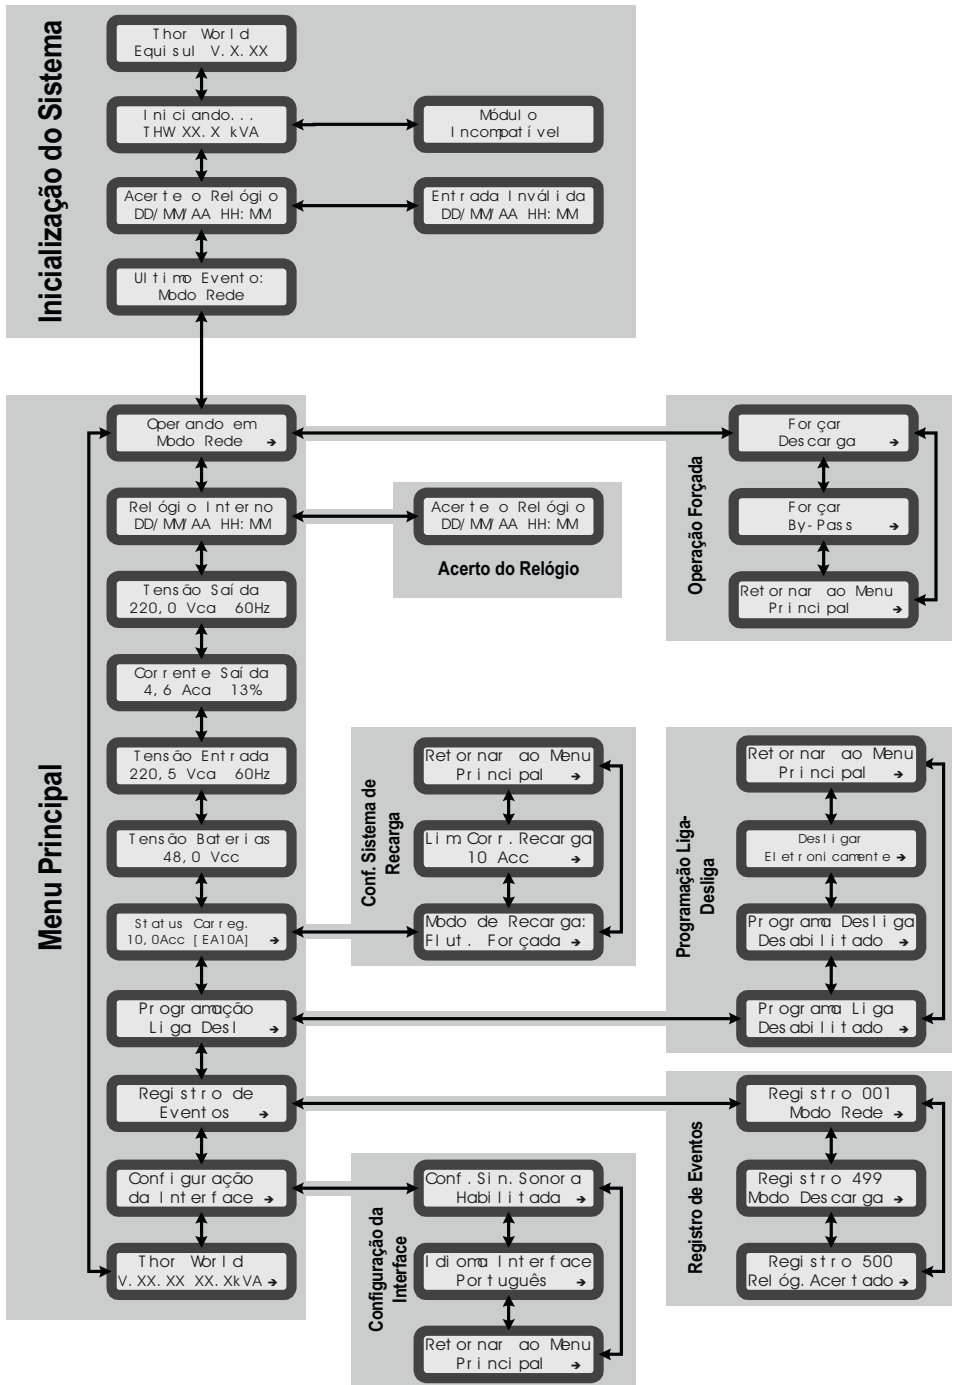

Figura 9 - Fluxograma de Interface com o Usuário
O fluxograma de interface com o usuário (Figura 9) mostra a sequência de funções e informações disponibilizadas no Painel LCD.
- 3 Selecione entre os três níveis de sinalização e pressione as teclas é e ê para confirmar. A figura 9 ilustra todo o procedimento.